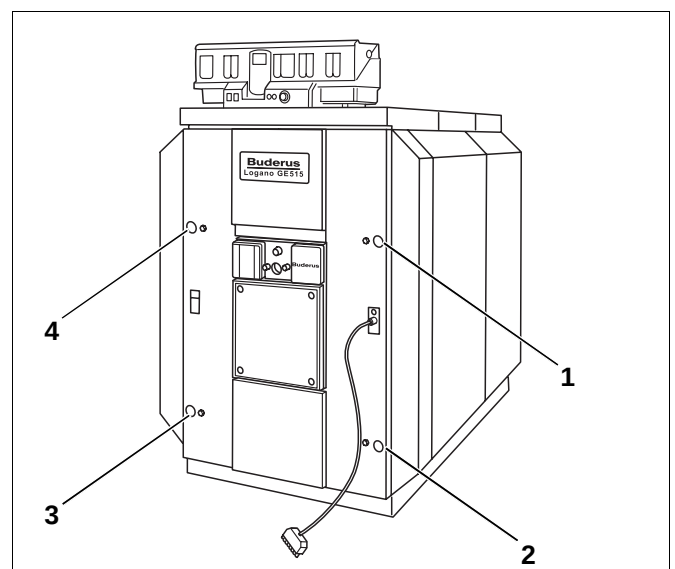

Fig. 65 Festing av brennerdør
- Løsne de fire maskinskruene som fester brennerdøren til forelementet (fig. 65, **pos. 1 – 4**).